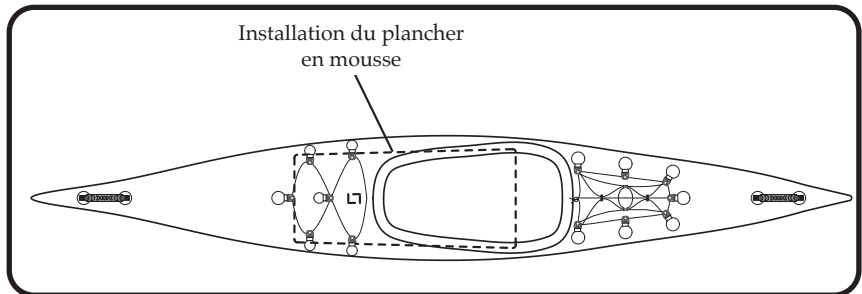

Figure 3
- 3) Installez le plancher en mousse. L'extrémité la plus large du plancher en mousse doit être placée du côté de l'hiloire. Vous pouvez utiliser la ligne d'alignement du barrot avant, imprimée sur l'intérieur du kayak, pour aligner l'extrémité avant du plancher. Assurez-vous que la boucle à bande autoagrippante sur la coque du kayak ressort par le trou du plancher. **Voir la figure 3.**